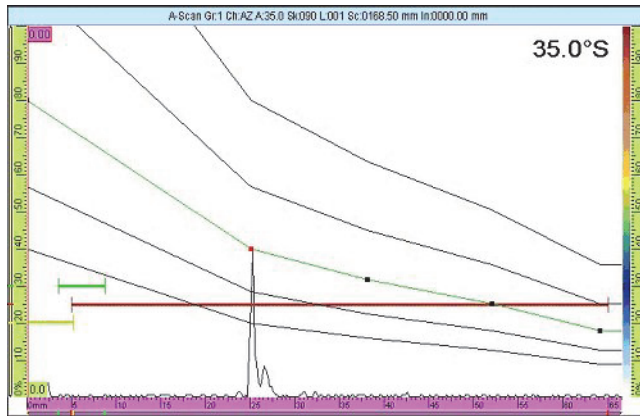

图 6-7 下一个信号上的 DAC 曲线
- b) 设置**波幅**参数按钮中的值，将 DAC 曲线移动到反射体信号峰值波幅处（参见第 166 页的图 6-7）。